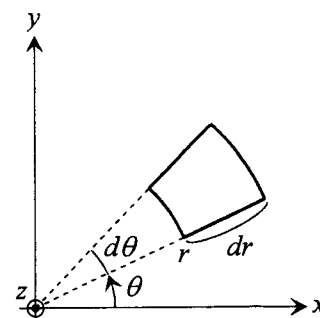

図 2
- (1) 本問題で仮定した円柱と円筒の間の流れは連続の条件を満足することを示せ。
- (2) ナビエ・ストークス方程式から、周方向速度 $v_\theta(r)$ を求める方程式を示せ。
- (3) 問(2)で示した方程式を解くために必要な境界条件を記せ。
- (4) 周方向速度 $v_\theta(r)$ を求めよ。
- (5) 図 2 に示す微小要素周りの循環を求めよ。ただし、反時計回りを正とする。
- (6) 問(5)の結果を用いて渦度の回転軸方向成分を求めよ。
- (7) 圧力 $p(r)$ を支配する方程式を求め、その意味を説明せよ。
- (8) 円柱表面 $r=r_1$ での圧力を p_1 とした場合の $p(r)$ を求めよ。